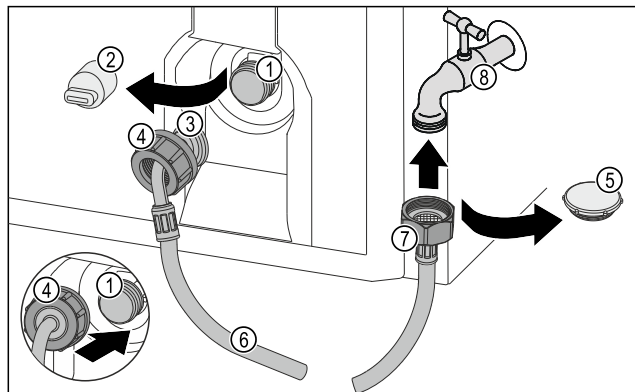

Fig. 45
- Снимите заглушку Fig. 45 (5).
- Прямой конец шланга Fig. 45 (7) подсоедините к крану для воды Fig. 45 (8).
- Навинтите гайку на прямом конце шланга Fig. 45 (7) по часовой стрелке.